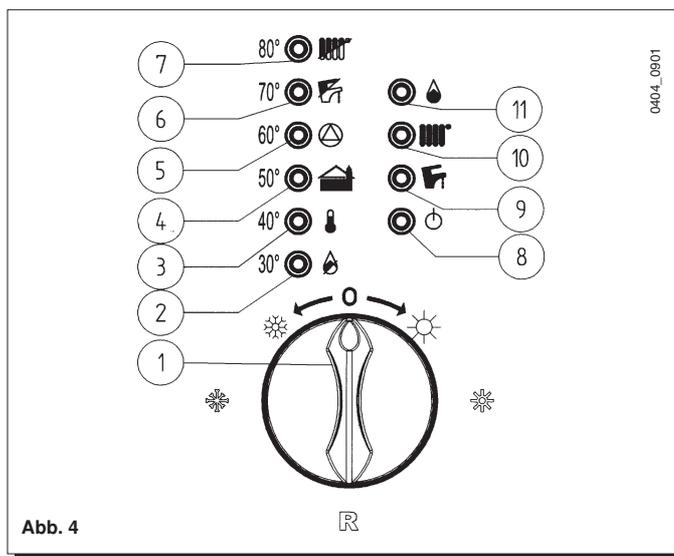

Abb. 4
In diesem Fall wird empfohlen, die Zündvorgänge zu wiederholen, bis Gas zum Brenner gelangt. Dazu den Wählschalter (1) mindestens 1 Sekunde lang auf (R) stellen (siehe auch Abbildung 4).
Wichtig: Regelmäßig überprüfen, ob der am Manometer (14) abgelesene Druck bei kalter Anlage 0,7 - 1,5 bar beträgt. Bei Überdruck den Heizkesselentleerungshahn (Abbildung 3b), bei niedrigerem Druck den Heizkesselfüllhahn (Abbildung 3a) betätigen. Dieser Hahn sollte sehr langsam geöffnet werden, um die Entlüftung zu erleichtern. Während dieses Vorgangs muss der Betriebsartenschalter Sommer/Winter (Pos. 1 Abbildung 4) auf OFF (0) stehen.